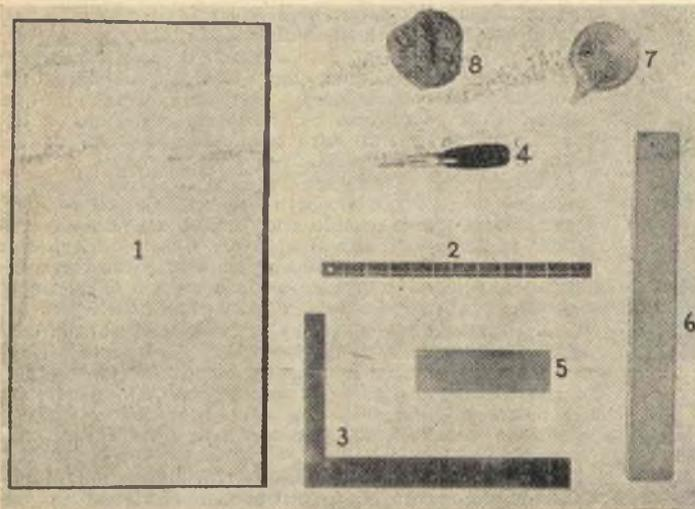
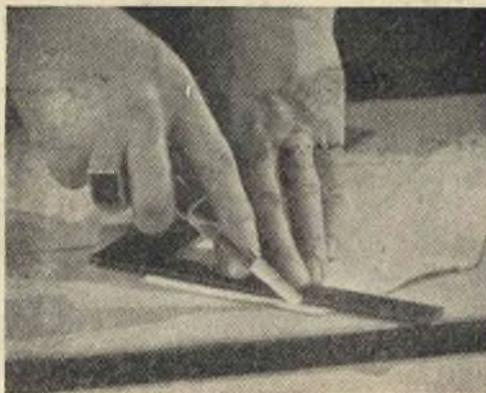

Fig. 1 - Ciò che occorre per la preparazione del cuoio.
Fig. 3 - Il taglio di un pezzo di cuoio
Per realizzare i vari circuiti occorre solo modificare i collegamenti di alcune resistenze fisse, di alcuni condensatori e di alcuni fili. I componenti maggiori, inclusi il trasformatore, gli zoccoli della valvola e della bobina, il condensatore variabile C1, il raddrizzatore al Selenio, i due condensatori elettrolitici di filtro ed il potenziometro R1, rimangono sempre nella posizione indicata in fig. 1-A, così come inalterati rimangono in tutti i circuiti i collegamenti in detta figura e nella foto B indicati, collegamenti per la cui esecuzione vi consigliamo di usare filo di un determinato colore, giallo, ad esempio, mentre filo rivestito di colore diverso
Marcate tutti i terminali, seguendo le indicazioni di fig. 1 ed 1A (potrete allo scopo incollare sulla base dei rettangoli di carta sui quali avrete scritto le indicazioni necessarie) e stando bene attenti a non commettere errori, perché se assegnate ad un terminale o ad un morsetto un numero errato, l'errore si ripercuoterebbe
1. - *Il tagliere.* Si tratta di una tavoletta di legno piana e ben levigata, sulla quale tagliare il cuoio. E' preferibile usare legno tenero, ma che abbia una grana serrata, affinché la lama del coltello non sia fatta deviare dalla durezza della grana (fig. 1, n. 1).
2. - *Il righello.* Serve al tempo stesso come misura e come riga e di conseguenza deve essere centimetrato. Perché non farselo da sé, usando una di quelle righe di ottone che i tipografi adoperano per separare le varie colonne? Incidervi i segni della centimetratura è cosa semplicissima con il procedimento indicato in questo stesso fascicolo (fig. 1, n. 2).
3. - *La squadra.* Dev'essere di metallo, come il righello, e possibilmente centimetrata. E' l'utensile più utile per tagliare il cuoio bene in quadro. Il miglior modo di servirsene, quando si debba tagliare, è quello illustrato in fig. 3, mentre la fig. 2 illustra come servirsi del righello per riportare sul cuoio una determinata misura. In fig. 3 notate che la lama del coltello è tenuta inclinata leggermente in fuori rispetto al margine della squadra, che viene così seguito più facilmente (fig. 1, n. 3).